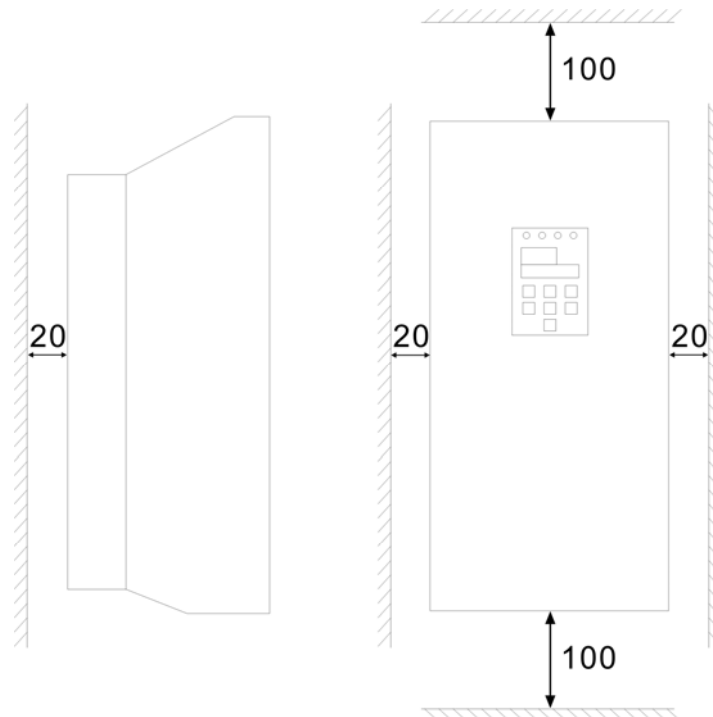

图3-3 最小安装空间示意图
- (1) 请安装在室内通风良好、无阳光直射的场所；
- (4) 为保证良好的通风散热，将控制器安装在竖直方向，并且留有足够空间，最小空间如图3-3所示（单位:mm）。